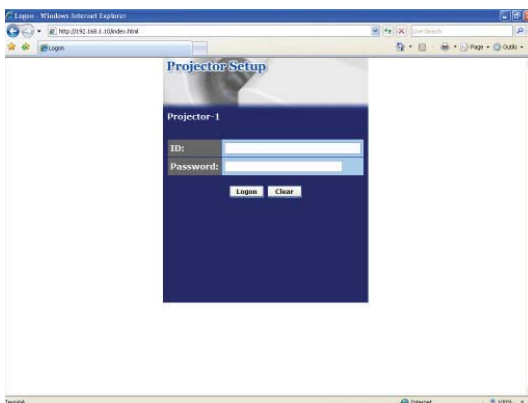

Fig. 2.2.4 "Menu de Logon"
- 2) Si la fig. 2.2.4 apparaît, l'opération a réussi.